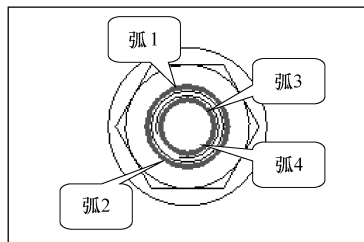

图 10-183 选择要拭除的边
(20) 在【格式化】选项组中单击【边元件】按钮，出现【边显示】菜单，在其中选择【拭除直线】选项，消息区提示“选取边”，在图形区选取如图 10-183 所示的 4 段圆弧，在图形区单击鼠标中键确认，选中的 4 段圆弧不再显示。